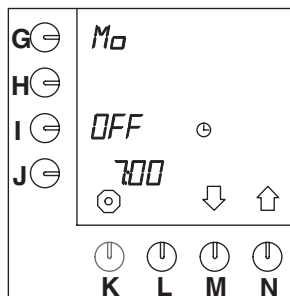

Fig. 43 Forvarmning af beholder
- I displayet vises **OFF** i positionen ved siden af programmeringsknappen (I.), se fig. 43 .